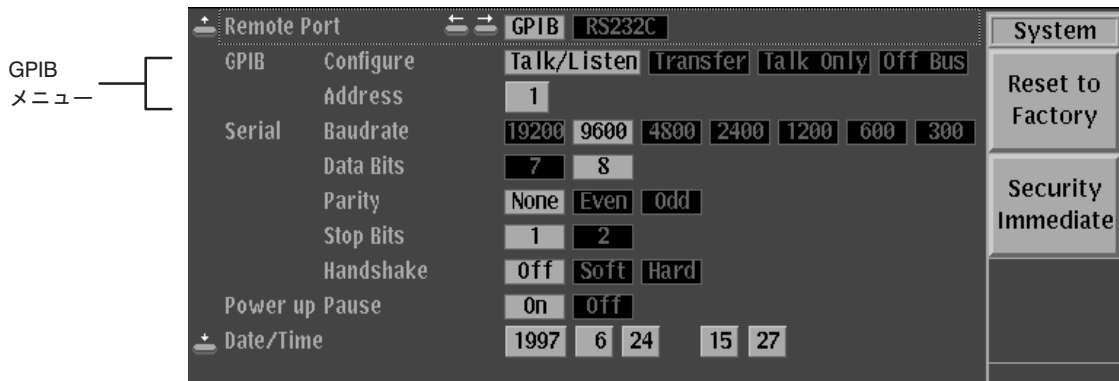

図 1-4 : System メニュー
2. System ボトム・キーを押し、System メニューを表示します (図 1-4 参照)。